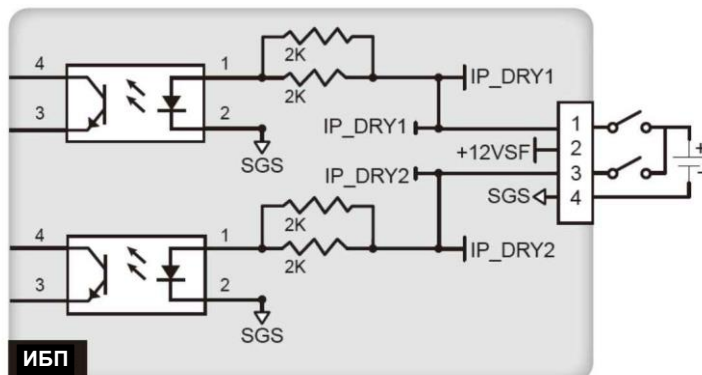

Рисунок 4-5. Входные беспотенциальные контакты, конфигурация II
- На **рис. 4-5** изображена конфигурация 2-го типа. В этом варианте требуется питание от внешнего источника напряжением от 6 до 12 В постоянного тока.